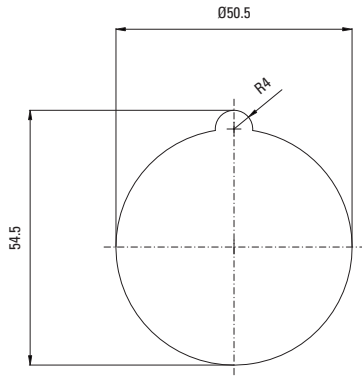
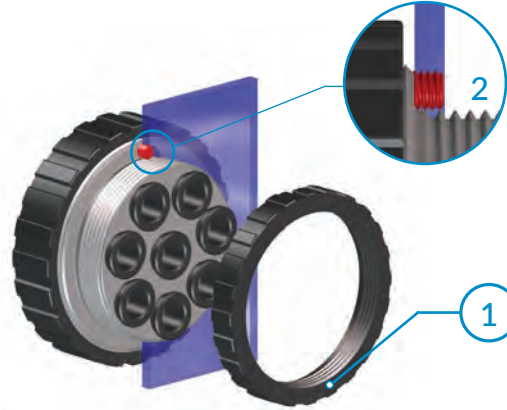

Fig. 1
Fig. 2
Svitare il controdado (1) dalla presa del connettore; avvitare la vite (2) fino a farla sporgere dello stesso spessore della parete (Fig. 2). Inserire la presa nel foro sulla parete con la vite in corrispondenza della relativa sede (Fig. 1). Riavvitare il controdado (1) fino in battuta della parete (Fig. 3).
Loosen counter nut (1) from the multiple connector socket; tighten the screw (2) to let it sticks out as much as the wall thickness (Fig.2). Place the socket in the wall hole and allow for the screw to fit into the seat drilled through in the wall (Fig.1). Tighten the counter nut 1 on socket body until bottoms (Fig.3).
Dévisser le contre écrou (1) de la prise du connecteur et visser la vis (2) jusqu' elle dépasse son siège, si tant que l'épaisseur de la cloison (Fig.2). Monter la prise à la cloison de façon que la vis loge dans le siège percé dans la cloison (Fig.1). Visser le contre écrou (1) sur la prise jusqu'au fond (Fig.3).
Kontermutter (1) von der Muffe lösen und dann Schraube (2) eindrehen, bis sie um das Maß der Wanddicke herausragt (Fig.2). Muffe in das Wandloch einstecken und zusammen mit der Kontermutter so anziehen, dass die Schraube in das dazu gebohrte Gehäuse an der Wand 1 genau passt (Fig.1). Die Kontermutter bis zum Anschlag auf die Muffe anziehen (Fig.3).